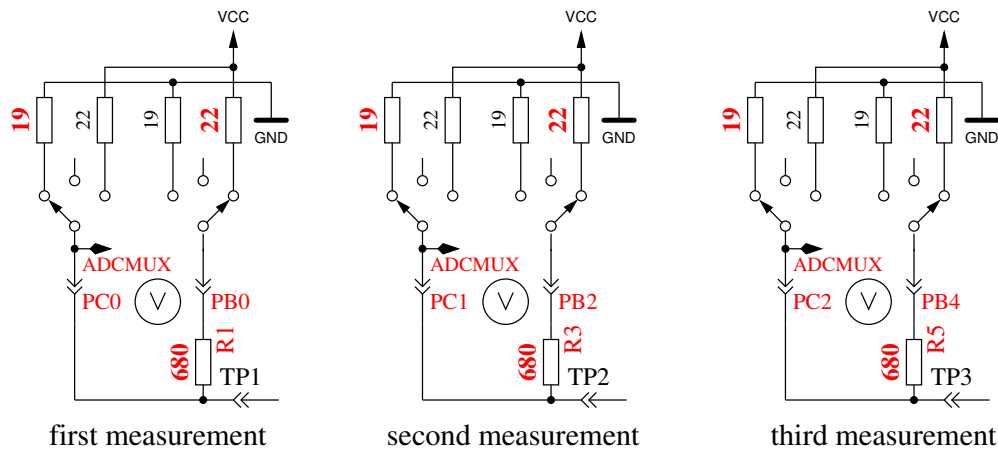

Рис. 5.64. Измерение внутреннего сопротивления порта С подключением выходных контактов к GND
8. **Измерение внутреннего сопротивления порта подключением выходных контактов к GND.** Этот и следующие тесты будут проведены, если выбрана опция AUTO\_CAL. Внутреннее сопротивление порта C с выходами, подключенными к GND, измеряется по току через подключенные к VCC (+5 V) резисторы  $680\ \Omega$ , смотри рисунок 5.64. Могут быть измерены только три вывода порта АЦП. Внутреннее сопротивление портов В (PB0, PB2 и PB4) не может быть измерено без изменения аппаратных средств. Будем считать,